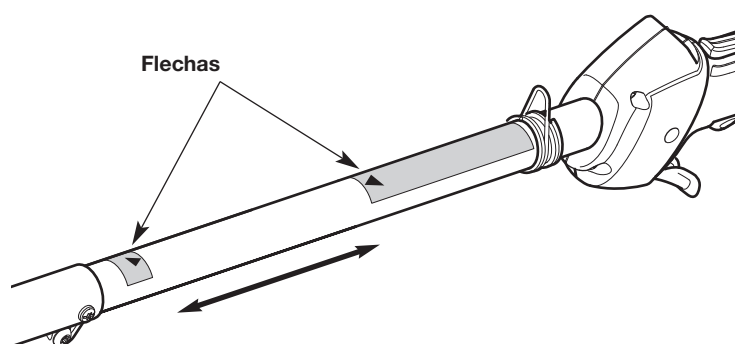
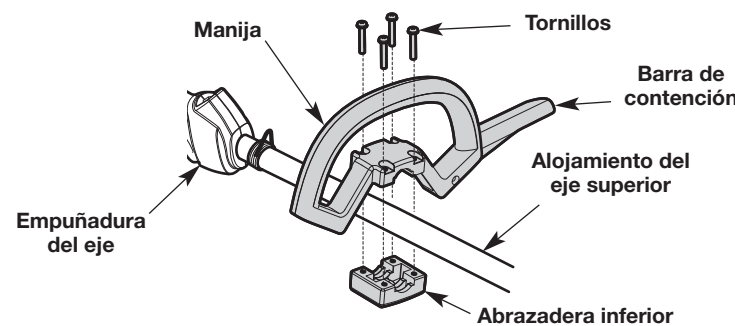

Fig. 7
Fig. 8
1. Use un destornillador mediano de cabeza plana o un destornillador T-25 Torx para extraer los cuatro (4) tornillos y la abrazadera inferior de la manija (Fig. 8).
2. Coloque la manija encima del alojamiento del eje superior (Fig. 8). Verifique que la barra de contención está del lado izquierdo (Fig. 8) cuando sujete la unidad en la posición de funcionamiento (Fig. 16).
4. Inserte los cuatro (4) tornillos a través de la manija y en la abrazadera inferior.
6. Mantenga la unidad en la posición de funcionamiento (Fig. 16). Mueva la manija hacia arriba o abajo del alojamiento del eje superior hasta que esté en una posición cómoda. Asegúrese de que la manija esté colocada entre las dos flechas (Fig. 7).
2. Mantenga la unidad en la posición de funcionamiento (Fig. 16). Mueva la manija hacia arriba o abajo del alojamiento del eje superior hasta que esté en una posición cómoda. Asegúrese de que la manija esté colocada entre las dos flechas (Fig. 7).